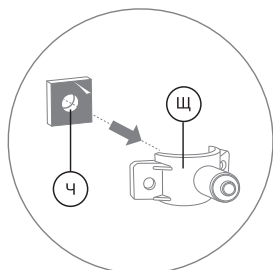

Рис. 16
2. Снимите с уплотнительной прокладки (Ч) защитную пленку. Приклейте прокладку с внутренней стороны хомута (Щ), одновременно совмещая отверстие в прокладке с выходным отверстием в хомуте (рис. 16).